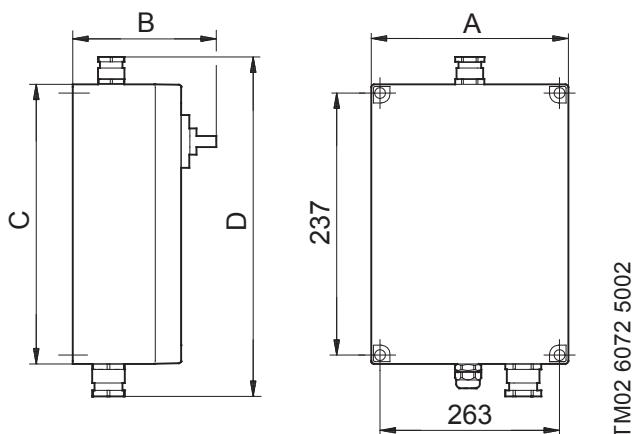

Fig. 6
- Aftag kabinetts forplade, og montér kontrolboksen på en plan flade med fire skruer gennem monteringshullerne i kabinetts bagplade, se fig. 6. Kabelforskruningerne til pumpe og svømmerafbryder skal vende nedad.